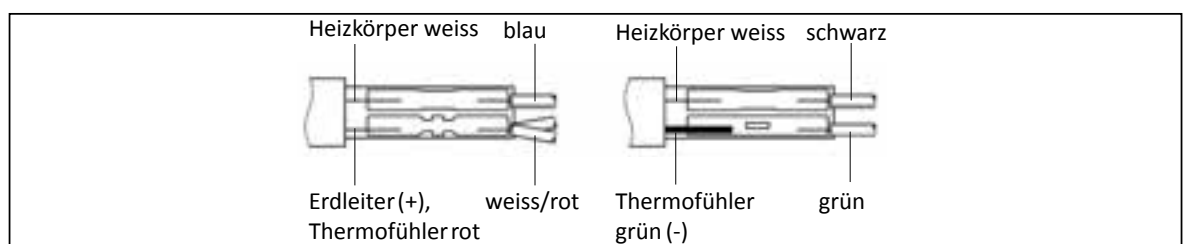

Abbildung 23
- Lötverbindung zwischen Heizkörper und Anschlussdrähten (Abb. 23) wiederherstellen.